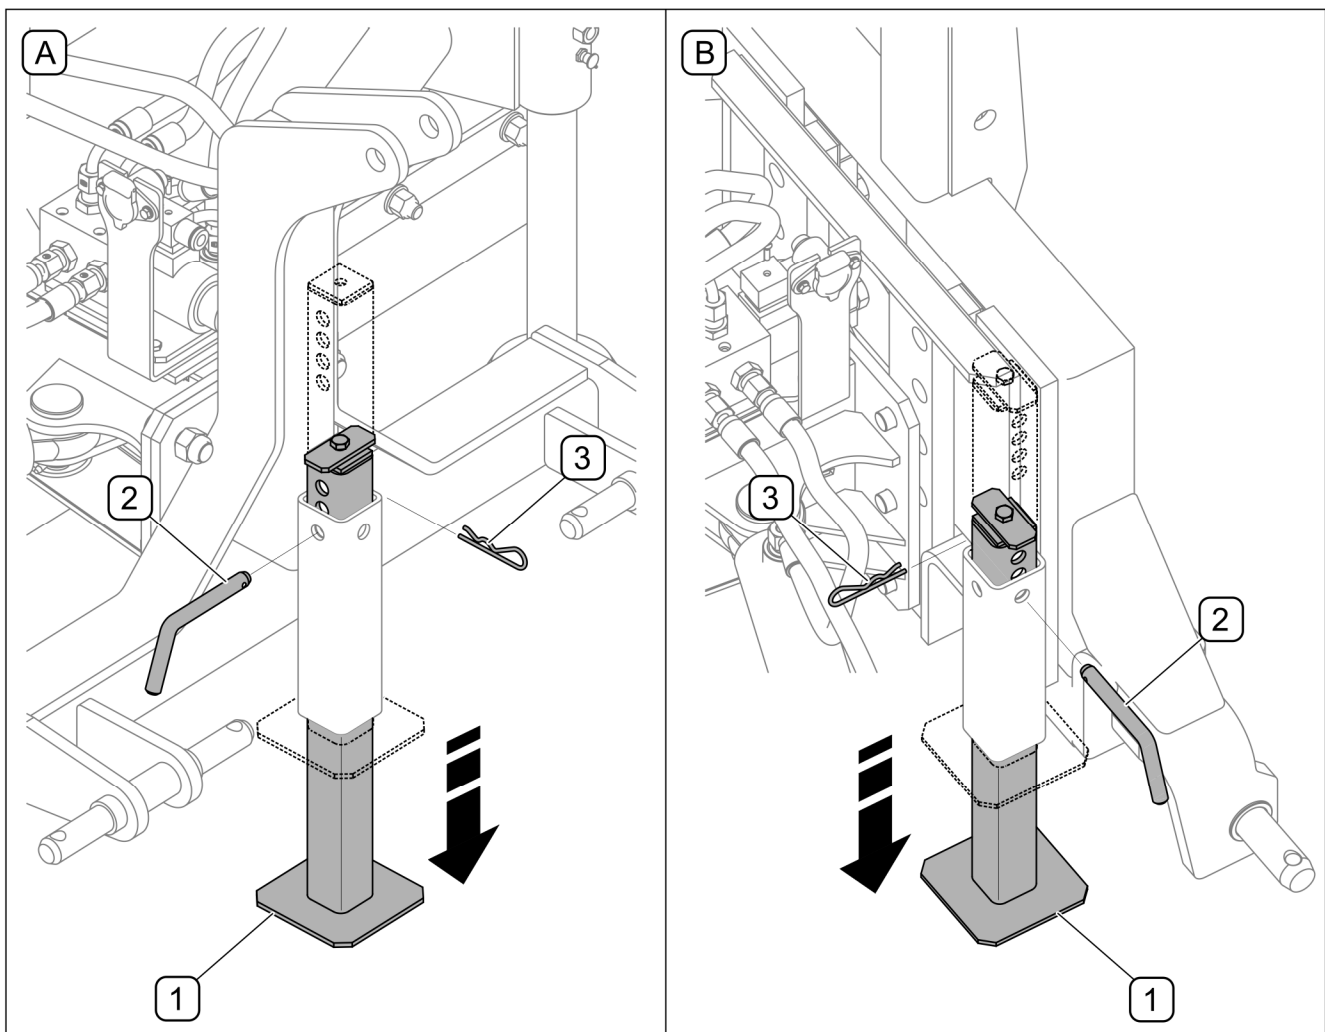

РИСУНОК 4.9 Опускание стояночной опоры
- поднять отвал и вынуть страховочную чеку (3) и шплинт (2) (РИСУНОК 4.9),
- опустить опору (1), заблокировать шплинтом (2) и зафиксировать чекой (3),